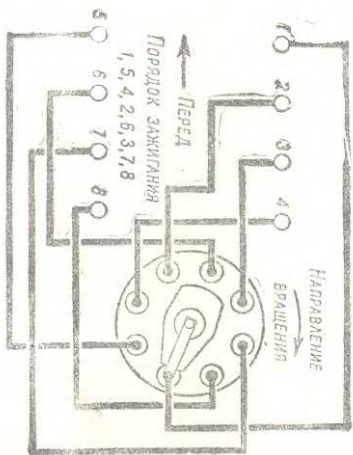

Рис. 45. Соединение проводов от датчика-распределителя к свечам
8. Установить крышку и подсоединить провода высокого напряжения от свечей в порядке 1—5—4—2—6—3—7—8, как указано на рис. 45, и от катушки зажигания.